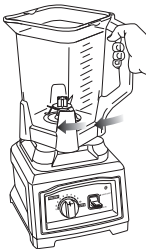

Fig. 2
- 4 Gire la jarra en sentido horario todo lo que pueda para trabarla en su lugar. (Fig. 2) Se escuchará un clic cuando se activa el mecanismo de traba.